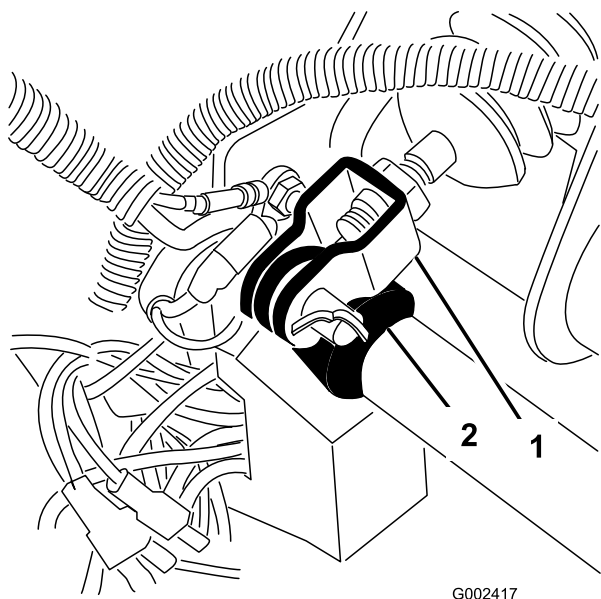

Figure 66
- Retirez la goupille fendue et l'axe de chape qui fixent la chape du maître-cylindre au pivot de la pédale de frein (Figure 66).